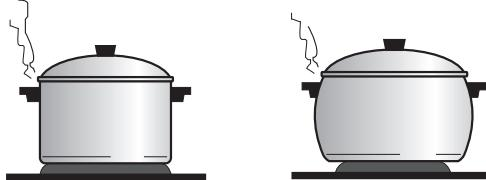

Рис. 2
- ПОМНИТЕ!** ДЛЯ БЫСТРОГО ПРИГОТОВЛЕНИЯ ПИЩИ ПОСУДА ДОЛЖНА ИМЕТЬ ПЛОСКОЕ ДНО, ХОРОШО ПРИЛЕГАЮЩЕЕ К ПОВЕРХНОСТИ КОНФОРКИ. Диаметр посуды должен равняться или быть немного больше диаметра конфорки (рис. 2).